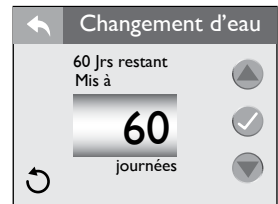

Figure 12.6d
1. À partir du menu « Water Care » (Entretien de l'eau), vous pouvez régler la minuterie « Water Refresh » (Changement d'eau), Figure 12.6d.